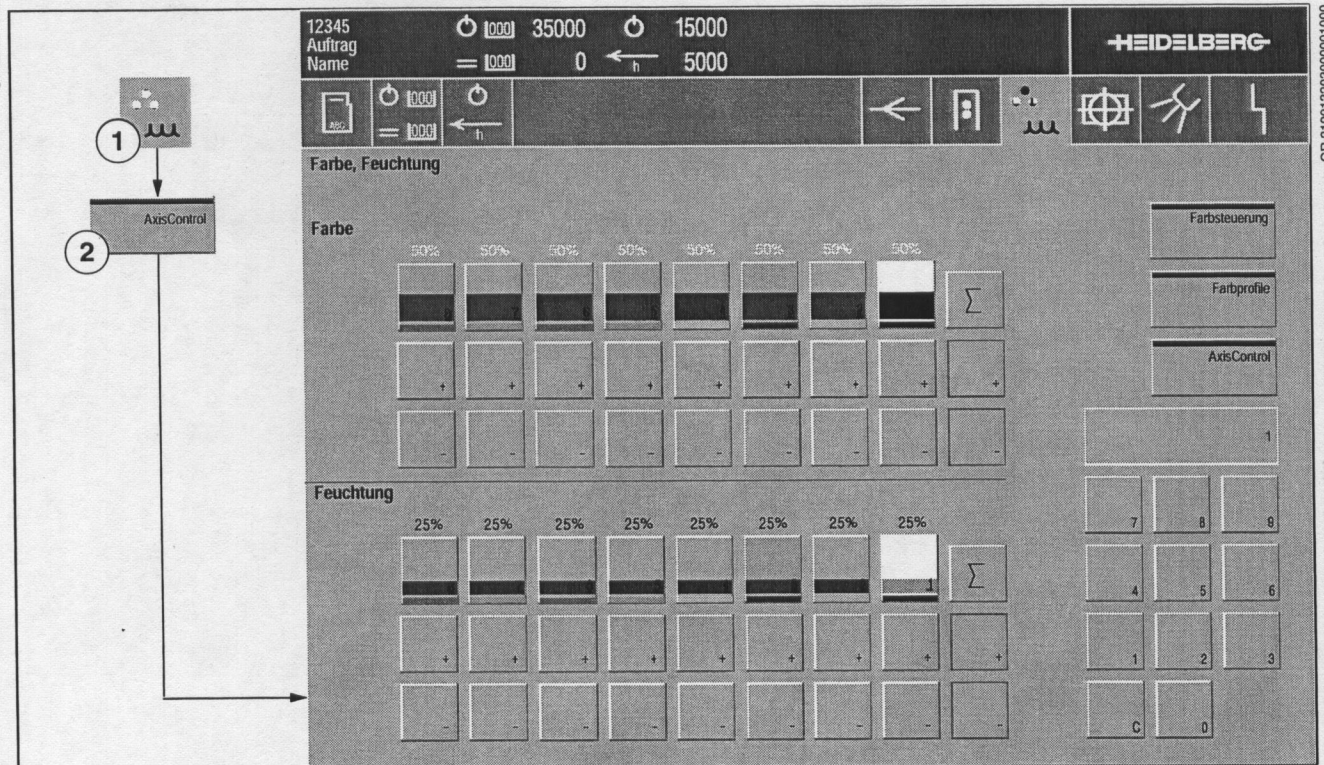

Abb. 15 Menü Farbsteuerung
1. Drücken Sie in der Kopfzeile die Taste *Farbe, Feuchtung* (Abb. 15/1). Das Menü **Farbe, Feuchtung** öffnet sich.
2. Drücken Sie die Taste *AxisControl* (Abb. 15/2). Das Menü **AxisControl/Messen** öffnet sich mit den Funktionstasten/Informationstasten: